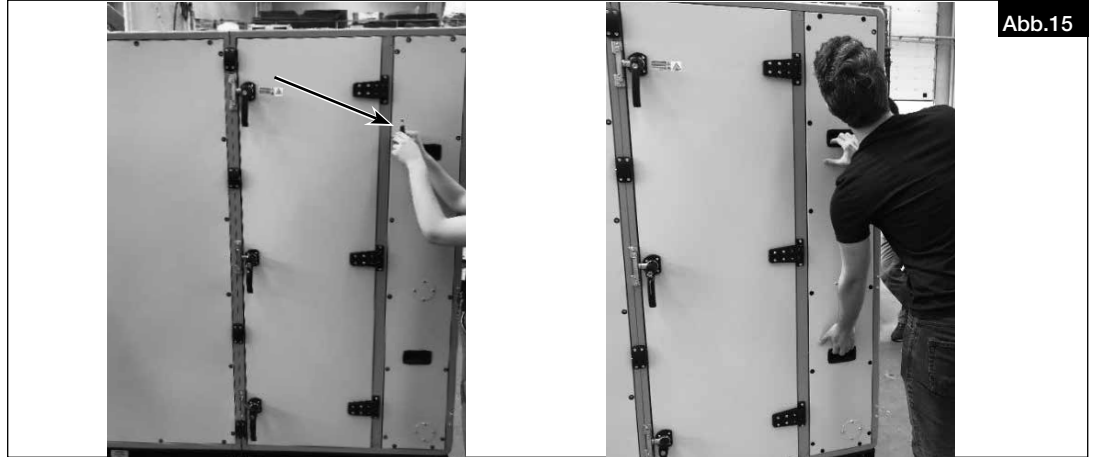

Abb.15
1. Paneel entfernen (s. Abb.15).